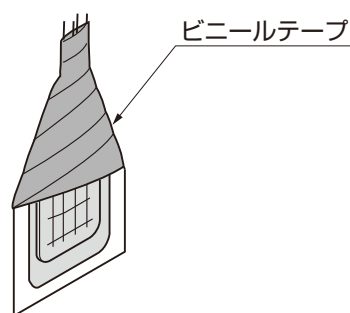

図4-5
- ⑥ レジン袋の上端をビニールテープで巻いて樹脂が硬化するまで動かさないようにしてください。(図4-5参照)